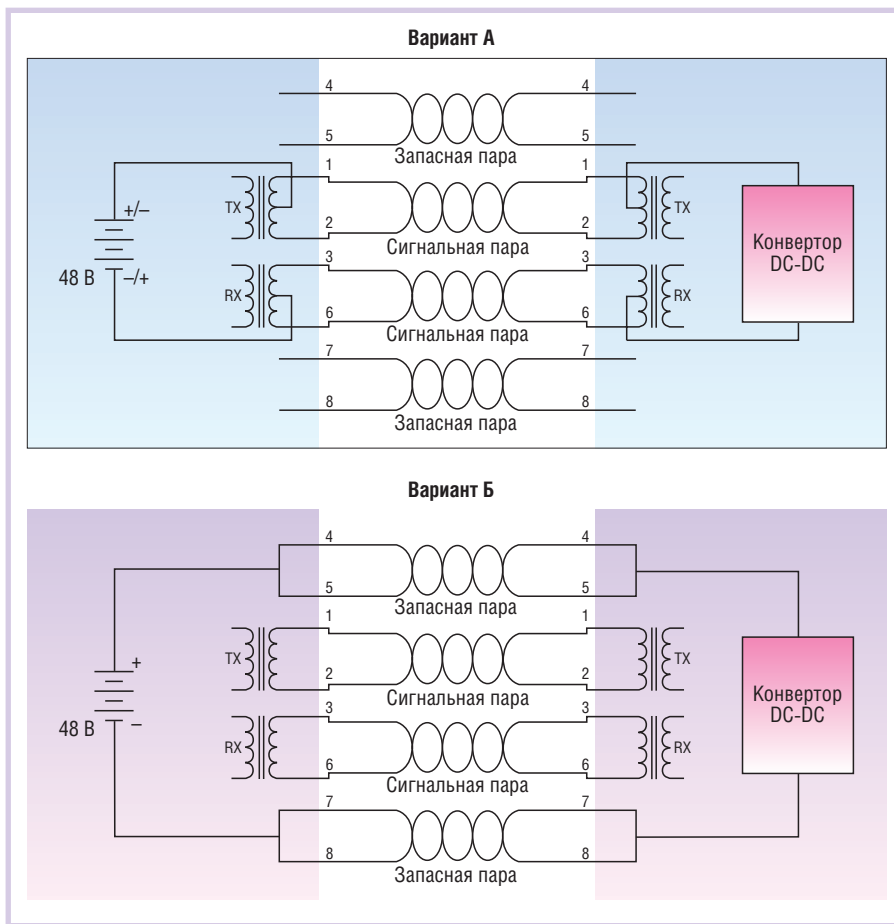

Рис. 2. Варианты передачи питания по кабелю типа витая пара
1. **Передача по сигнальным парам** (рис. 2, вариант А). Данный способ возможен благодаря трансформаторному подключению спаренных жил в источнике и приёмнике. Источник постоянного тока и потребитель подключаются к средним точкам обмоток сигнальных трансформаторов. Используются парные жилы 1, 2 и 3, 6.
2. **Передача по зарезервированным парам**. Способ показан на рис. 2 (вариант Б). Жилы 4, 5 и 7, 8 соединяются попарно и используются для подключения положительного и отрицательного полюсов источника питания соответственно. Полярность источника также может быть противоположной.